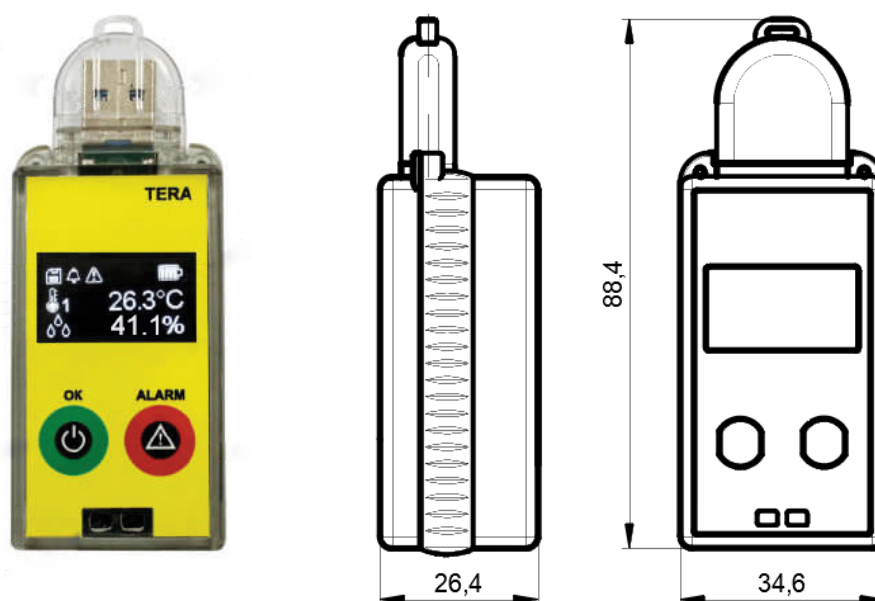

Рисунок 1. Зовнішній вигляд логера.
1.5.1. Зовнішній вигляд та габаритні розміри логера наведені у Рисунок 1.